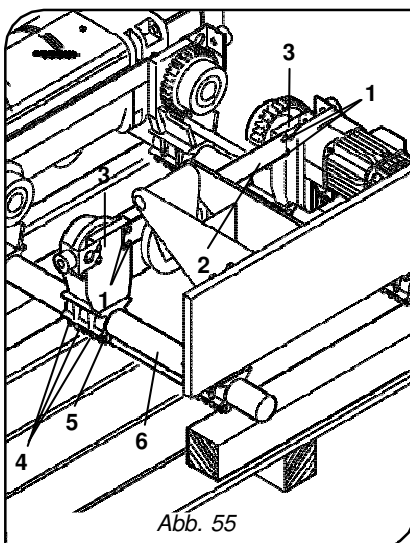

Abb. 55
16. Ziehen Sie die selbstsichernden Muttern -4- der Bügel -5- (Abb. 55) mit Drehmomentschlüssel fest und halten Sie sich dabei an die Anziehdrehmomente aus der Tabelle (Abb. 56).